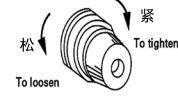

图11 (Fig.11)
2. 针控线杆的调整(图11)针线控线杆(B)根据缝线的种类来选择使用状态, 放松螺钉(A)将(B)上下移动调整, 在使用伸展性较大的缝线时将(B)上移, 则针孔处的线环就会变大, 利于勾线。
- Turn thread knob clockwise for tighter tension and vice versa (Fig.11)